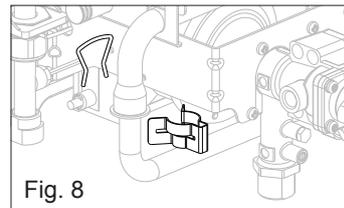

Fig. 8
- Quitar la clip que fija tubo gas y colector (fig. 8)